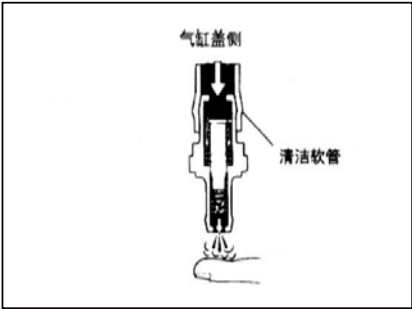

图 5-2-1
- (1) 从缸盖一侧往 PCV 阀中吹空气，检查气路是否畅通（图 5-2-1）。